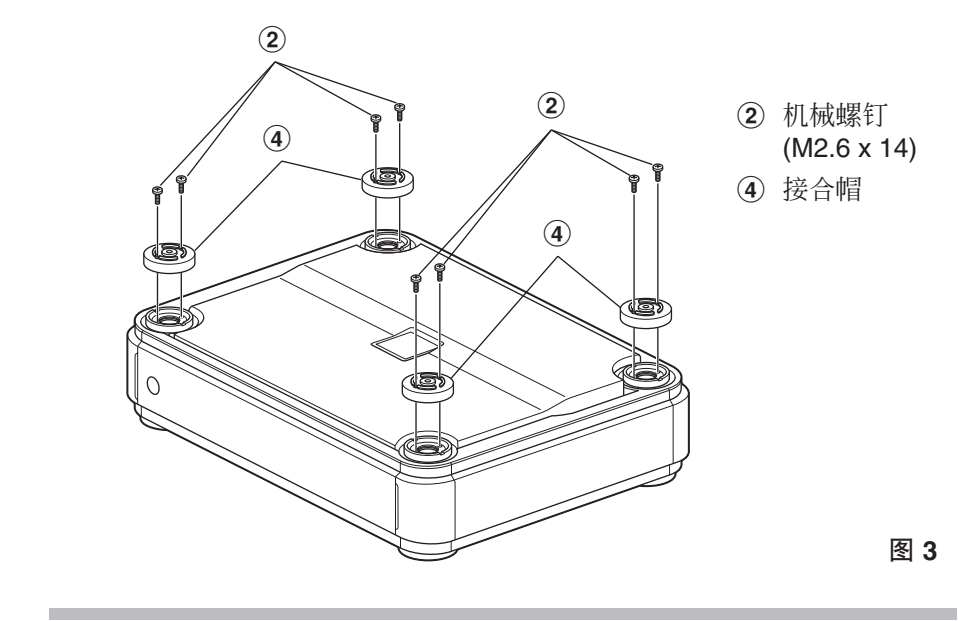

图 3
2. 用两个机械螺钉（M2.6 x14，附带）将四个接合帽安装在第一装置的四个角。请参考图 3。